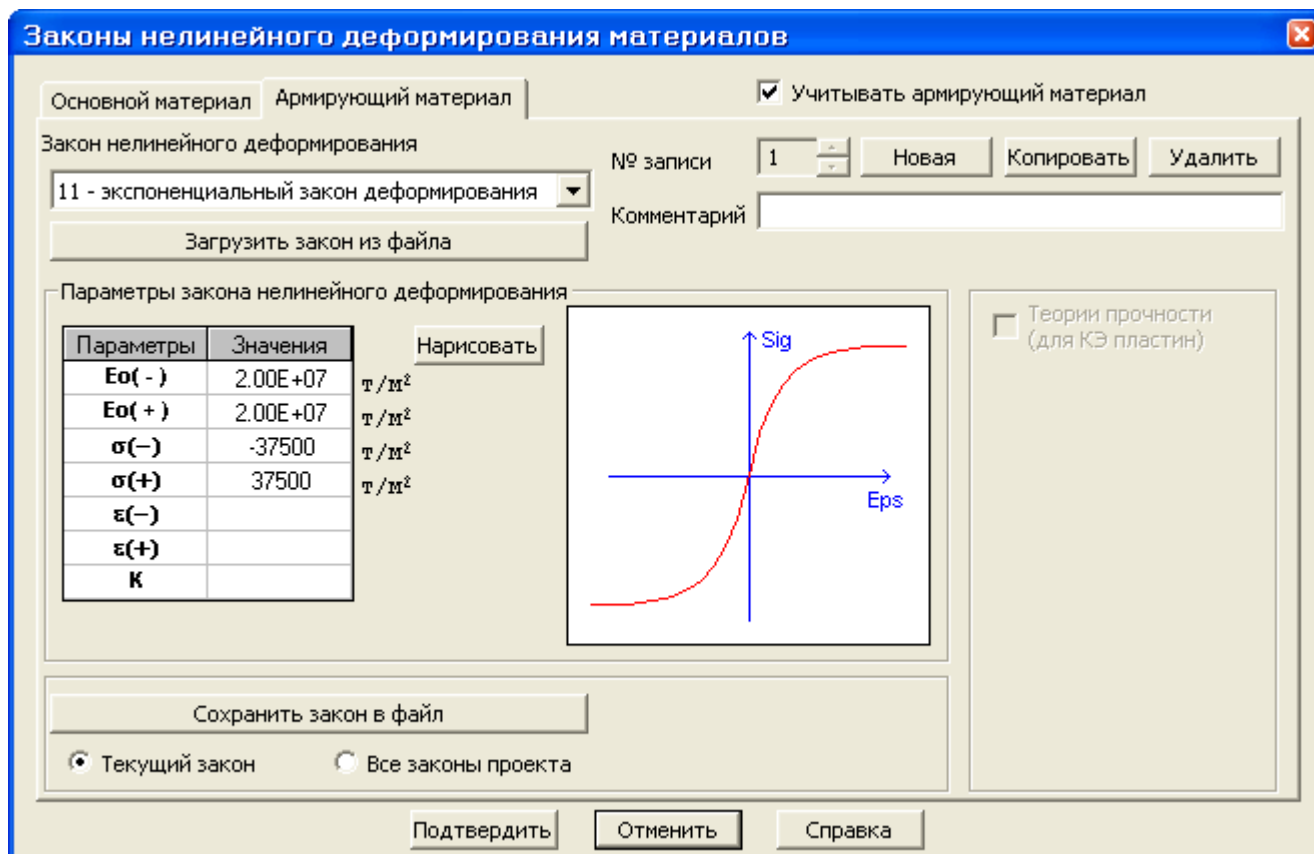

Рис.16.8. Диалоговое окно **Законы нелинейного деформирования материалов** для армирующего материала
- Далее в этом же окне установите флажок **Учитывать армирующий материал** (рис.16.8) и перейдите на закладку **Армирующий материал**.